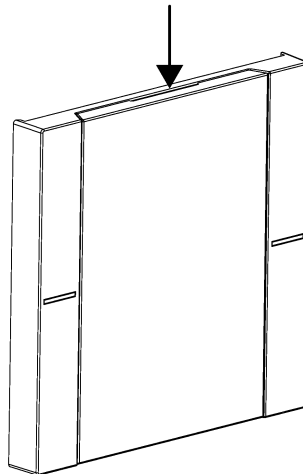

Bild 7: Känn av skåran på etikettfältsskyddet
- Känn av skåran på etikettfältsskyddet med ett finger (se bild 7).